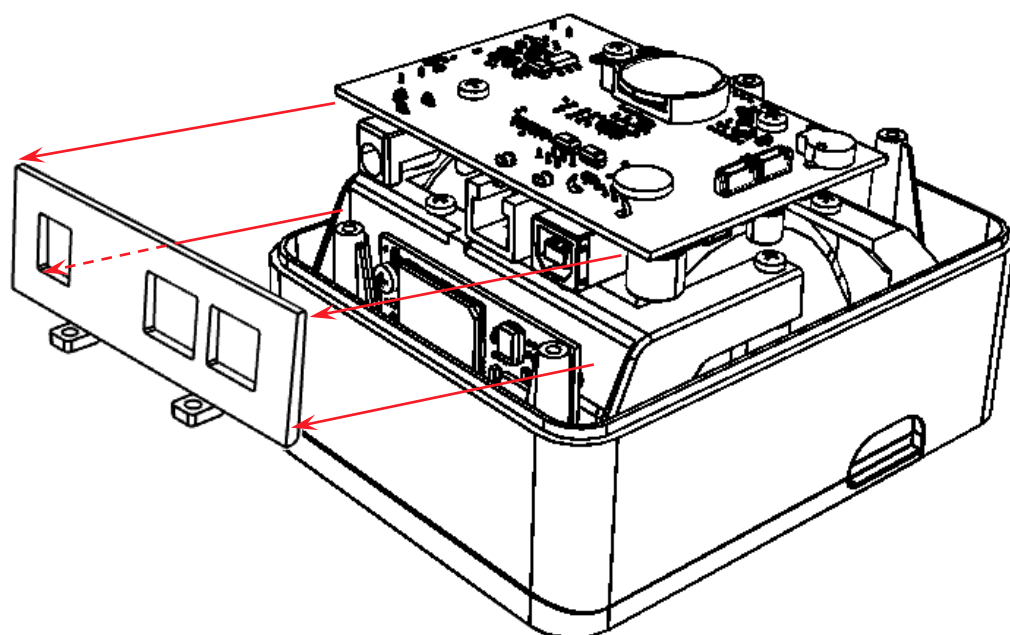

Рисунок 8. Отделение панели разъёмов от блока управления
- 13** Одеть панель на разъёмы блока управления, при этом нужно учитывать положение панели (см. рисунок 8).